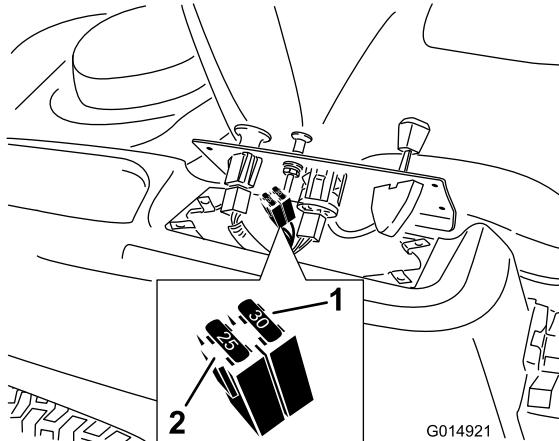

Figura 40
- Levante el panel de control para tener acceso al arnés de cables principal y al bloque de fusibles (Figura 40).
- Para cambiar un fusible, tire del fusible para retirarlo (Figura 40).